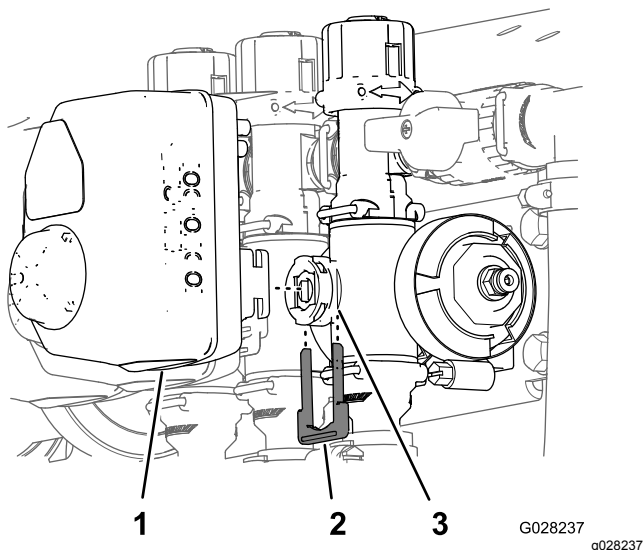

Figure 87
3. Retirez l'étrier qui fixe l'actionneur à la soupape de collecteur pour le régulateur de débit, la vanne d'agitation, la vanne maîtresse des rampes ou la vanne de section de rampe (Figure 87).